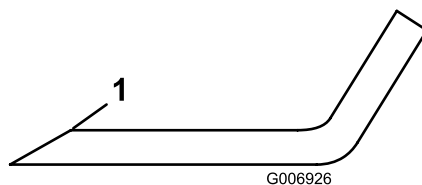

图 72
4. 检查所有刀片的刀刃如果刀刃变钝或出现裂口应打磨刀刃的边缘保持最初的切割角度以保证锋利度 图 72。